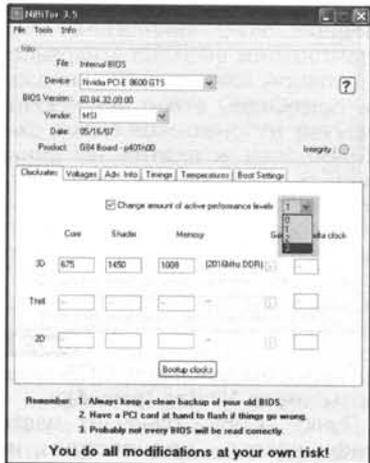

рис.7
6.1 Найдите опцию «Change amount» и установите ее на уровне 3. (рис.7)